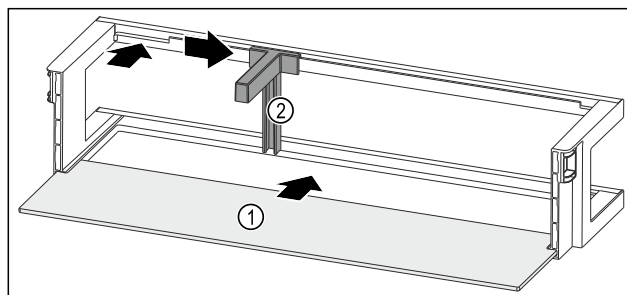

Fig. 123 Riiuliga ukseriulid
- ▶ Lükake riiul Fig. 123 (1) külgmistesse sisselõigetesse.
- ▶ Pange pudelihoidik Fig. 123 (2) väljalõikesse.
- ▶ Lükake pudelihoidikut Fig. 123 (2) soovitud positsioonini küljele.